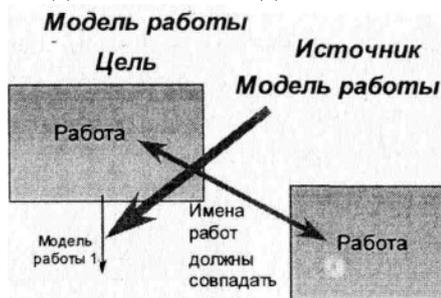

Рис. 22. Условия слияния моделей
- Имя модели-источника, которое присоединяют к модели-цели, должно совпадать с именем стрелки вызова работы в модели-цели (рис. 22).
Имена контекстной работы подсоединяемой модели-источника и работы на модели-цели, к которой мы подсоединяем модель-источник, должны совпадать (рис. 22).